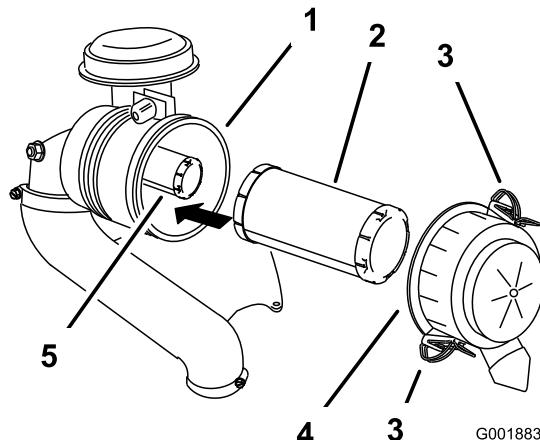

Figura 59
- Abra los cierres del limpiador de aire y tire de la tapa de la entrada de aire para separarla del cuerpo del limpiador de aire (Figura 59).
- Extraiga con cuidado el filtro primario de la carcasa del limpiador de aire (Figura 59).
2. Si va a cambiar el filtro interior, deslícelo cuidadosamente en el cuerpo del filtro (Figura 59).
3. Deslice cuidadosamente el filtro primario por encima del filtro de seguridad (Figura 59).
4. Instale la tapa del limpiador de aire y fije los cierres (Figura 59).